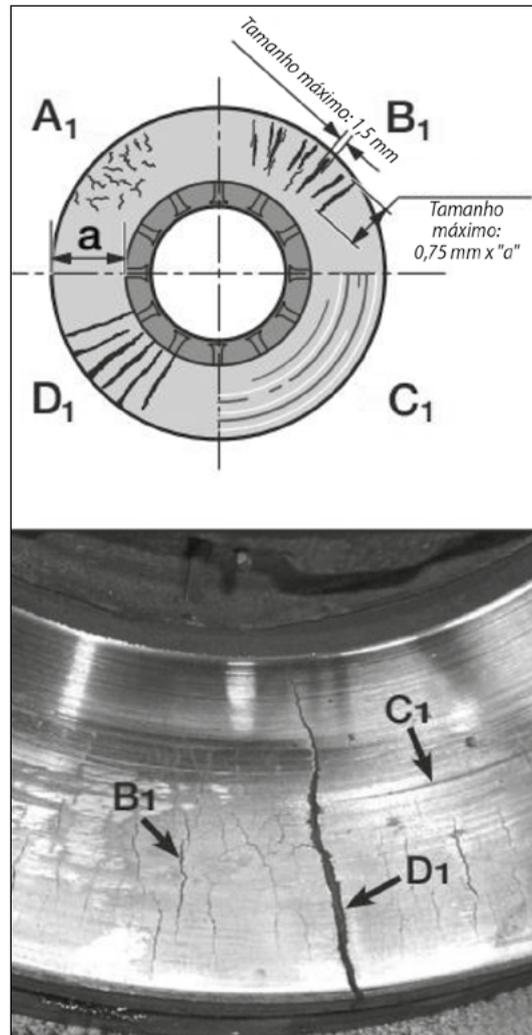

Figura 5-4-22
6. Por exemplo, as possíveis condições da superfície do disco de freio mostradas na *Figura 5-4-22* são as seguintes: